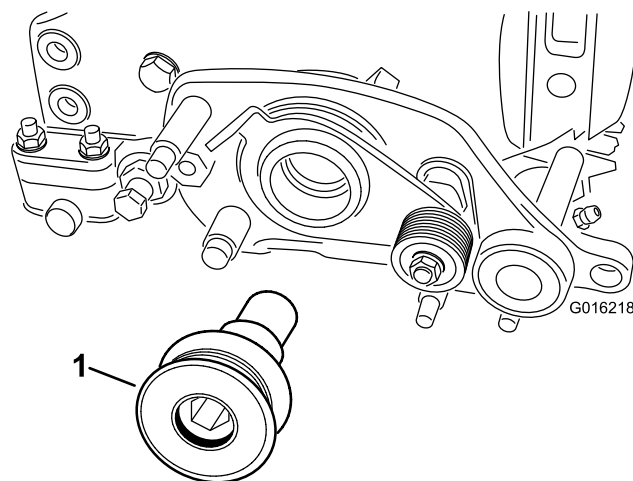

Рисунок 12
2. Закрепите ведущий шкив механической щетки на валу барабана (Рисунок 12).
3. Затяните ведущий шкив механической щетки (Рисунок 12) с моментом 170 Н•м.